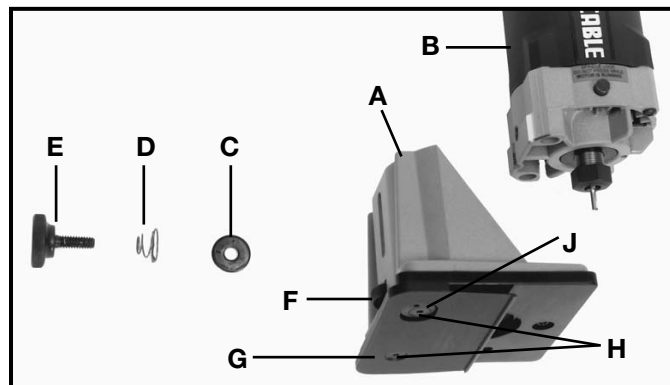

Fig. 15
4. Positionner l'embase (A) Fig. 15, sur le moteur (B) et l'y fixer à l'aide de la vis de blocage (E), du ressort (D) et de la rondelle (C).
5. Alignez les deux trous dans Fig. 15 de l'attache (G) d'underscribe, avec les deux trous en le (A) bas.
6. Attachez Fig. 15 de l'attache (G) d'underscribe, au (A) bas avec deux vis (H) et rondelle excentrique (J).
1. Desserrer la vis de blocage (E) de l'embase (Fig. 15) d'environ un quart de tour.
2. Faire tourner la molette de réglage de profondeur (F) Fig. 15, en sens anti-horaire (molette vue du dessus) pour abaisser le fer jusqu'à ce qu'il soit à ras de la plaque de guidage.
3. Serrer fermement la vis de blocage (E).